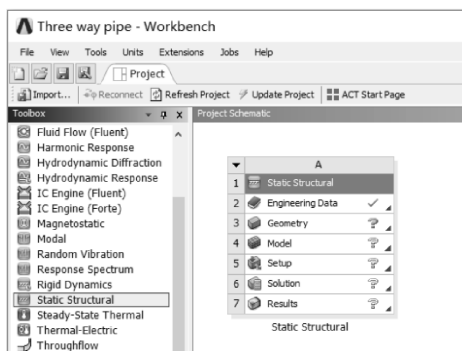

图 8-2 创建表面缺陷裂纹断裂分析
(1) 在工具箱【Toolbox】的【Analysis Systems】中双击或拖动结构静力分析【Static Structural】到项目分析流程图，如图 8-2 所示。
(2) 在 Workbench 的工具栏中单击【Save】，保存项目实例名为 Three way pipe.wbpj，工程实例文件保存在 D:\AWB\Chapter08 文件夹中。